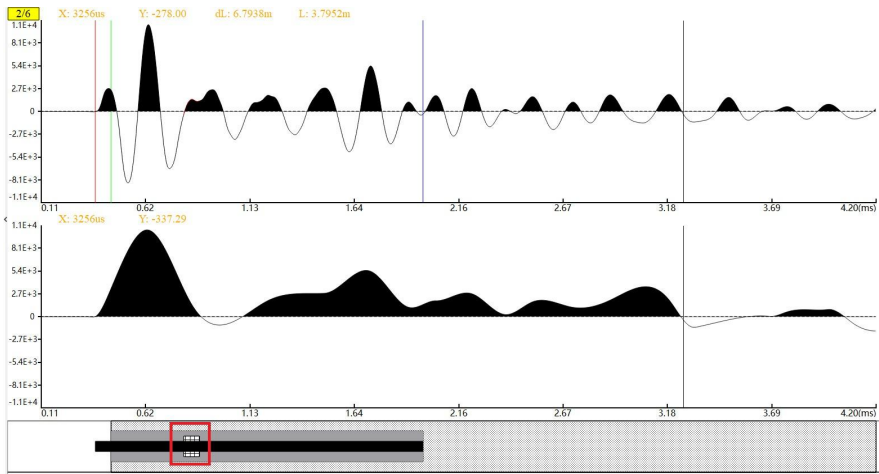
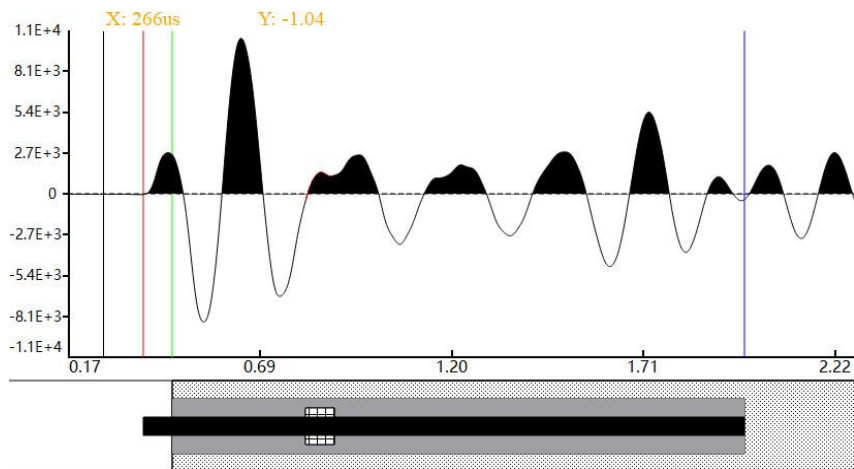

图 3-19 撤销单个缺陷
图 3-23 杆头外露端杆底标注
- 撤销单个缺陷：按照缺陷标注顺序，每次撤销最近标注的单个缺陷如图 3-19，快捷键为 。
在标注立柱杆头/外露端/杆底时，若杆头/外露端/杆底对应图标被选中，则可使用鼠标左键在选好的位置上进行单击；若杆头/外露端/杆底对应图标都未被选中，则可使用鼠标左键在选好的位置上进行单击并停顿稍许，在弹出的菜单中选择当前标注位置对应立柱杆头/外露端/杆底，如图 3-19。操作完成后，会在选中位置出现一条红色/绿色/蓝色的竖线，该位置即为标注的立柱杆头/外露端/杆底，如图 3-23 所示。此三个端点相互之间存在着约束关系，即：标注的杆头必须在外露端左边；标注的外露端必须在杆头和杆底之间；标注的杆底必须在外露端右边。这样在进行标注的时候可以大大提高标注的精准性和减少误操作。